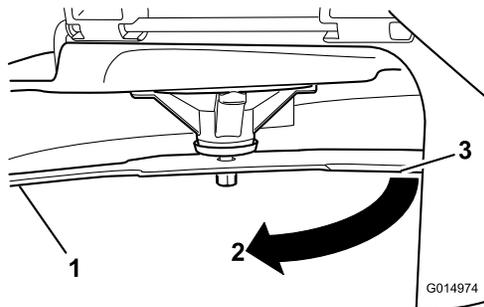

Figura 68
3. Seconda distanza misurata tra la lama e la superficie (B)
4. Ruotate la stessa lama di 180 gradi in modo che il tagliente opposto si trovi ora nella stessa posizione (**Figura 68**).